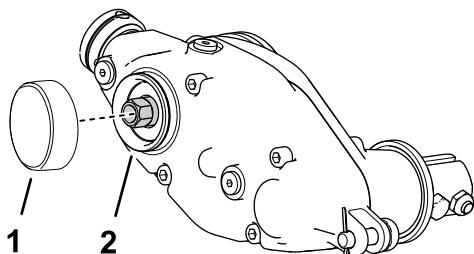

図 16
1. スナップリングの溝と外径部分に、中程度のシリンダ保持コンパウンド Green Loctite® 609 など塗る 図 16。
2. 図 16 のようにキャップを取り付ける。